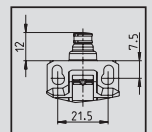

Abb. 1
- 2 Schrauben M5 für Sicherheitsanwendungen ohne zusätzliche Fixierung (Abb. 1)